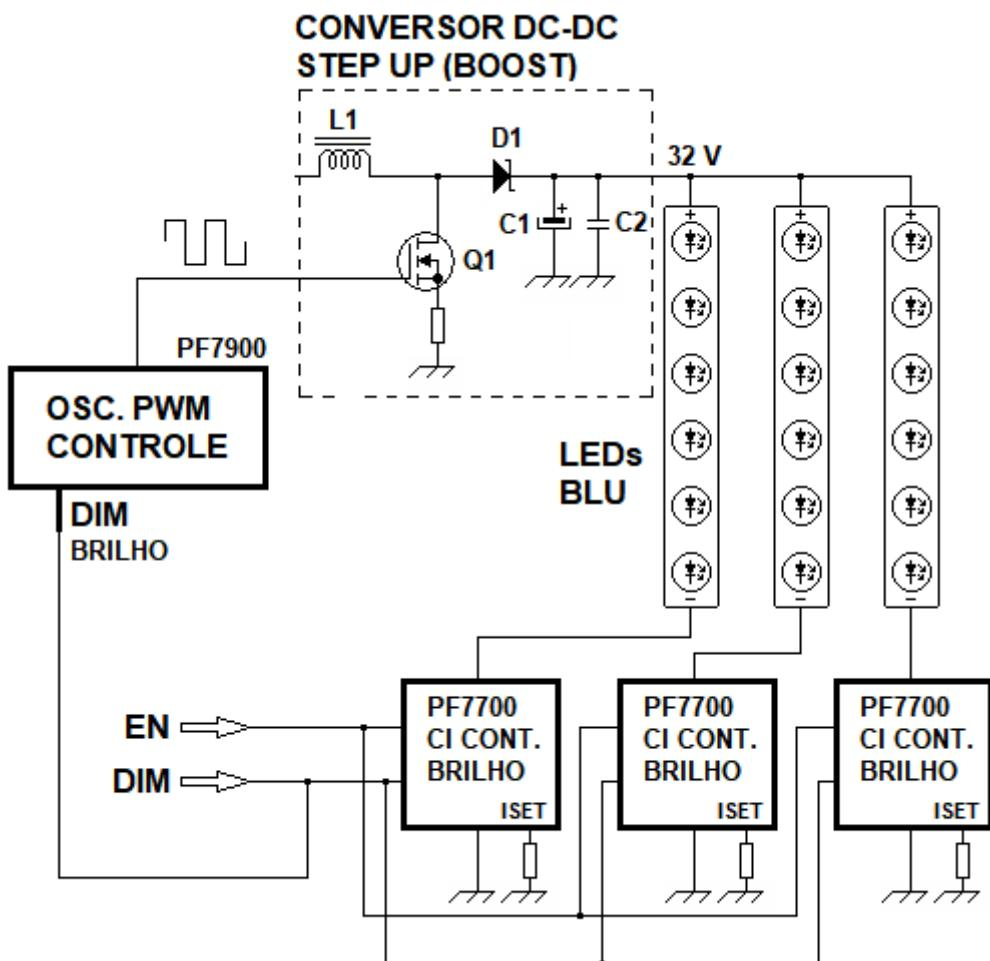

Figura 4
2. LIGAÇÃO DAS BARRAS EM PARALELO (FIGURA 4)